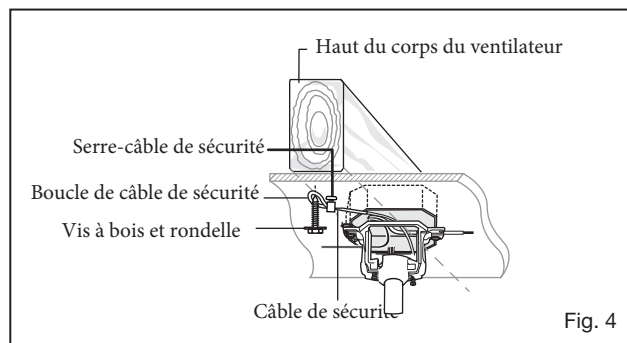

Fig. 4
REMARQUE : La languette opposée à l'ouverture du support de suspension doit s'insérer dans la fente de la rotule. (Fig. 4)
- 2 Connectez les fils conducteurs noirs de l'interrupteur du berceau A aux fils noirs du boîtier de l'interrupteur. Fil d'entrée sous tension vers l'un des fils de l'interrupteur du socle. Le fil d'alimentation du ventilateur est connecté au fil restant de l'interrupteur. (Fig. 4)